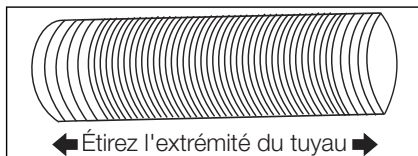
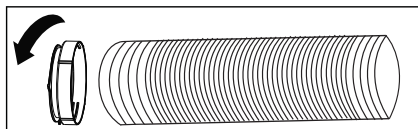

Fig. 5
Fig. 6
3. Étirez l'un des côtés du tuyau (Fig. 5) et vissez-le à l'adaptateur A (Fig. 6).